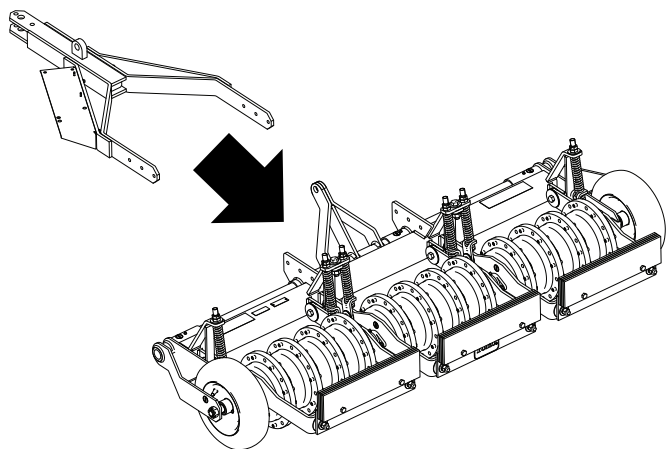

Figura 5
2. Allineate il gruppo timone all'arieggiatore come illustrato in Figura 5.